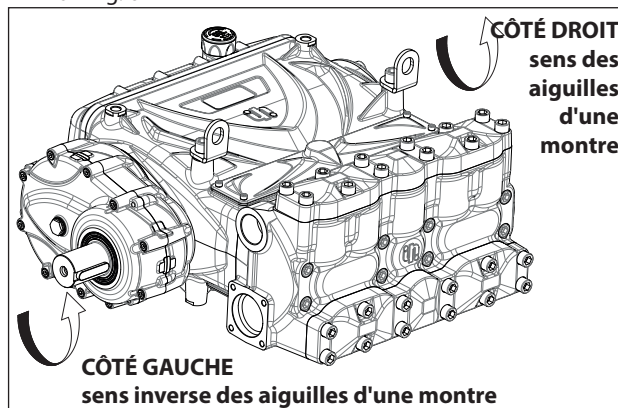

Fig. 6
- voir Fig. 6
En observant la pompe de face du côté tête, l'arbre de la pompe présente la queue de prise de force du côté GAUCHE (voir Fig. 6).